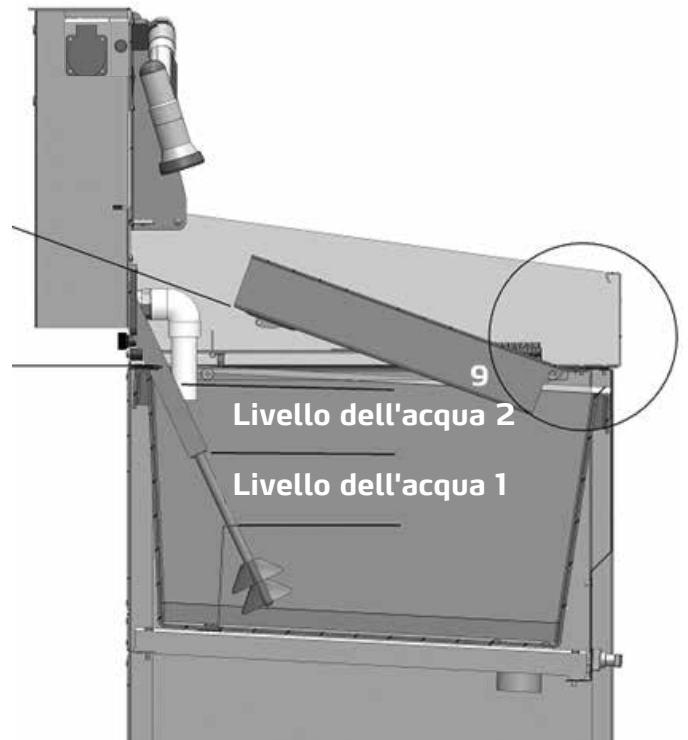

Fig. 4
- Pulire rulli nel bacino di prelavaggio per rulli (articoli compresi nella fornitura del ColorFree TOP Set) (9) Fig. 4
Prima che l'acqua di lavaggio può essere trattata nel corso dell'operazione, deve esservi un livello d'acqua minimo (livello d'acqua 1) Fig. 4.
Si veda Fig. 4 - Il bacino va sospeso tramite il rispettivo gancio (9), in modo obliquo, ad un angolo di circa 20°, sul perno di supporto.